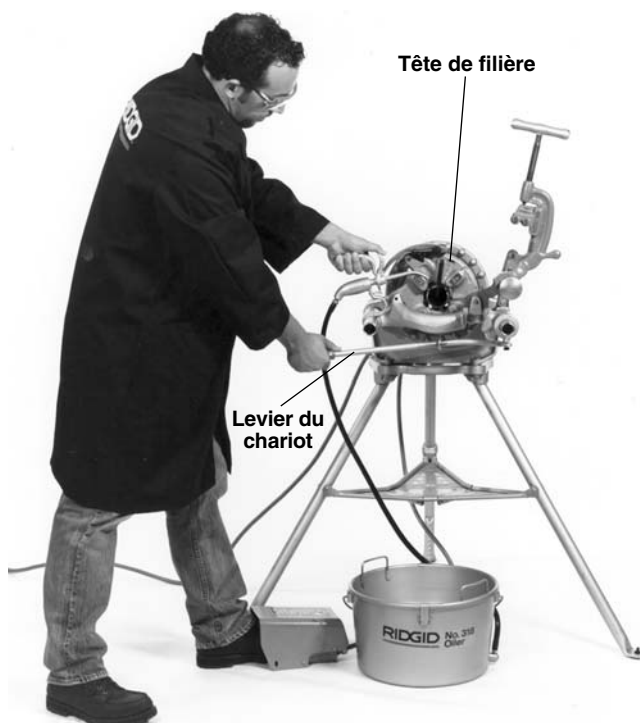

Figure 11 – Filetage des tuyaux à l'aide des fileteuses à ouverture rapide ou automatique.
4. Mettez-vous en position de travail (Figure 11).
1. Vérifiez que le coupe-tubes et l'alésoir sont rabattus vers l'arrière du chariot (Figure 11).